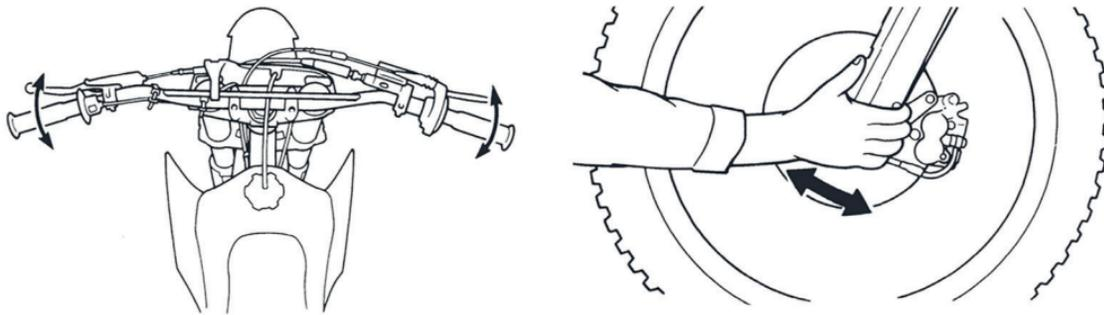

Рисунок 4. Проверка рулевой колонки
1. Встаньте перед мотоциклом. Возьмитесь за вилку (в районе передней оси) и потяните вилку по направлению к двигателю и обратно несколько раз (см. рисунок 4). Если подшипники изношены, вы почувствуете люфт или даже услышите щелчок / глухой удар.